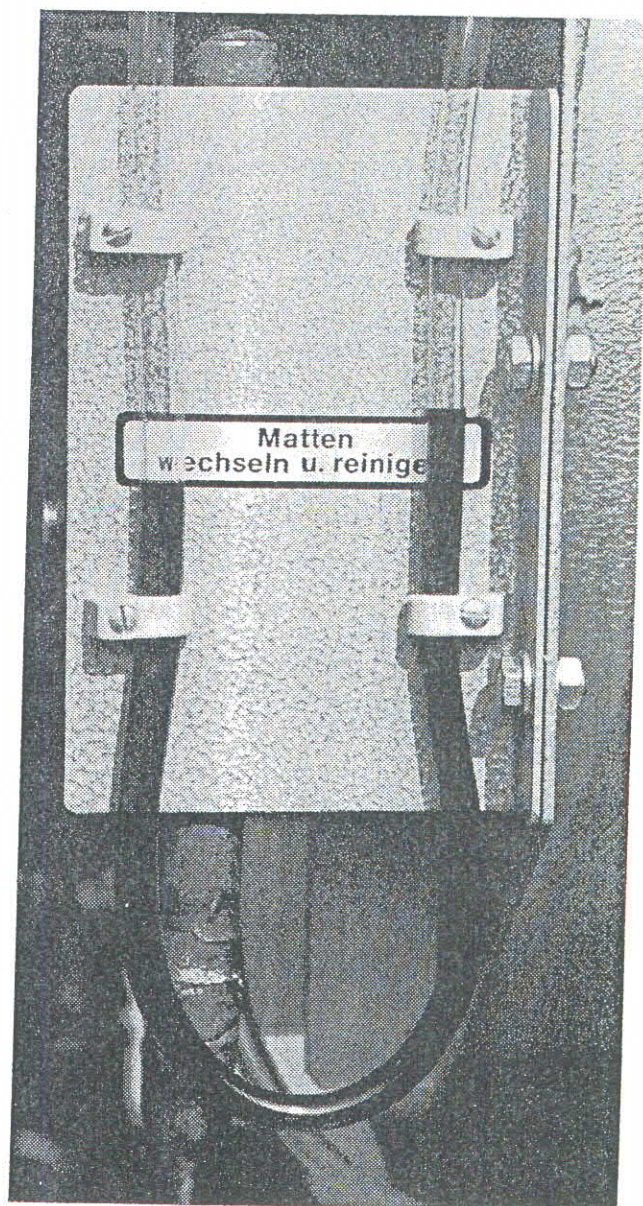

Bild 14: U-Rohr-Manometer (27) zur Prüfung des Verschmutzungsgrades der Filtermatte 15
Ein weiteres U-Rohr-Manometer (27) ist innerhalb der Maschine (am Ventilator) angebracht; siehe Bild 14. Hier wird der Verschmutzungsgrad der Filtermatte gemessen. Bei einer sauberen Filtermatte beträgt der Unterschied der beiden Wassersäulen ca. 10 mm (Eigenwiderstand der Schallschutzhaube (15)), wie es Bild 14 zeigt.